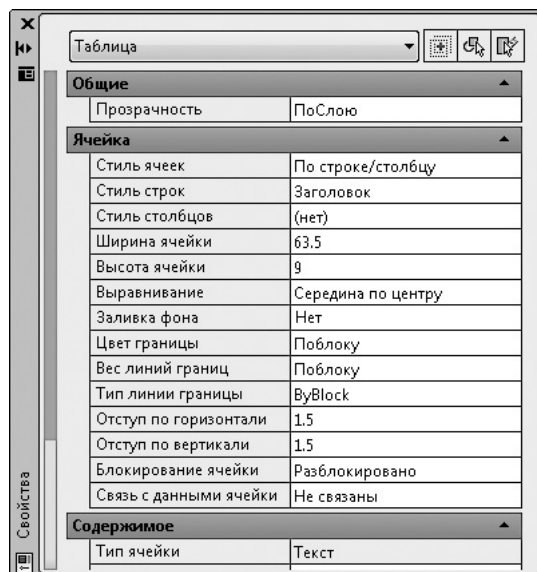

Рис. 4.50. Палитра Свойства с параметрами ячейки
- Пункт меню **Свойства** отображает палитру с параметрами ячейки (рис. 4.50). На этой палитре вы можете при необходимости изменять любые настройки.